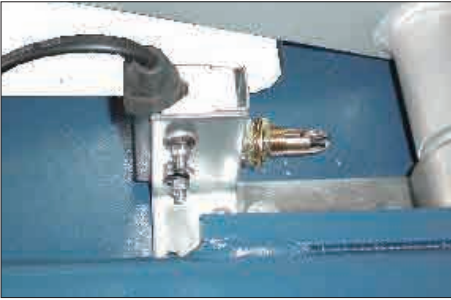

图 18（子机限位开关）
- 1) 将转换开关置“子机”位, 按上升按钮将子机平台升至 450mm, 调整限位 SQ2 动作 (见图 18)。